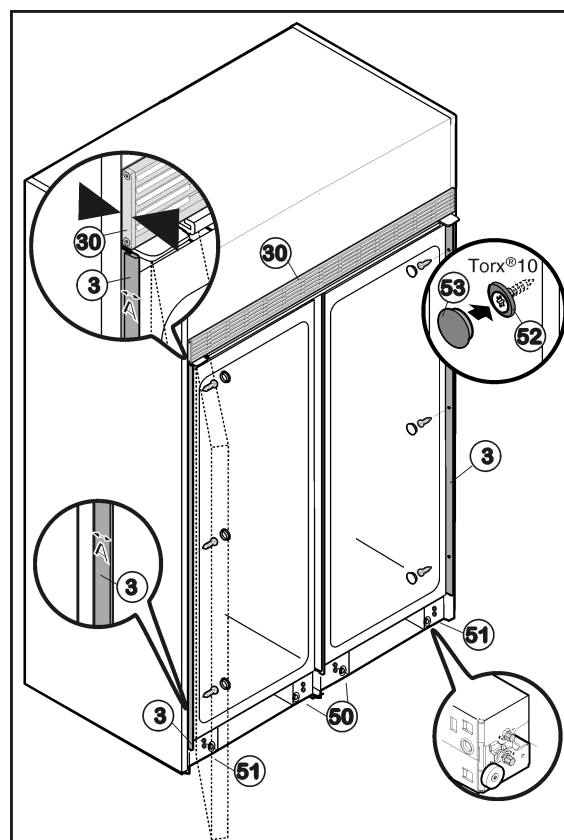

Fig. 52
- Introduzca el aparato en el habitáculo hasta que el canto trasero de la rejilla de aire Fig. 52 (30) esté enrasado con el canto delantero de la pared lateral del mueble.
- Enrosque totalmente los dos zócalos de ruedas centrales Fig. 52 (50) en la parte delantera y trasera de tal forma que el aparato sólo descansa sobre los zócalos exteriores. De este modo, los dos aparatos conectados entre sí se pueden alinear conjuntamente como un solo aparato.
- Alinee el aparato en el habitáculo con un nivel de burbuja sobre los zócalos de ruedas exteriores Fig. 52 (51).
- Compruebe la distancia A entre el canto delantero de la regleta de montaje Fig. 52 (3) y el canto delantero de la pared lateral del mueble en la parte superior e inferior del habitáculo. La distancia debe ser de 1/2 " (13 mm). Dado el caso, vuelva a alinear el aparato en el habitáculo.
- Fije ambos aparatos en el habitáculo con los tres tornillos Fig. 52 (52) en el lado de la bisagra. No arañe la regleta de montaje Fig. 52 (3) lateral.
- Coloque los tapones Fig. 52 (53) sobre los tornillos.
- Desenrosque con cuidado los zócalos de ruedas centrales Fig. 52 (50) hasta que descansen sobre el suelo.
- Monte la rejilla de aire inferior Fig. 52 (54) a ras del suelo de tal forma que el labio de goma quede en la parte superior. La rejilla se sujeta con imanes.